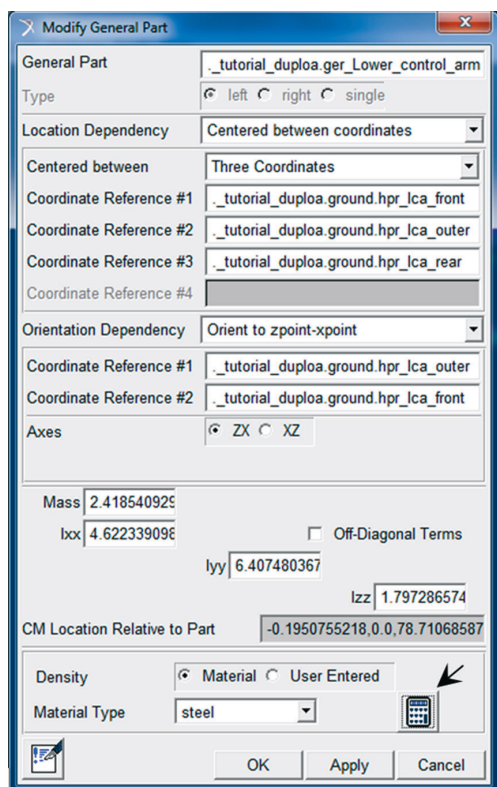

Figura 5.29 – Atualização das propriedades do *General Part* “gel\_Lower\_control\_arm”.
- A janela *Modify General Part* será aberta. Para atualização das propriedades, clique no ícone referente à calculadora (canto inferior direito), como destacado na Figura 5.29. Após essa ação, os dados serão automaticamente recalculados.